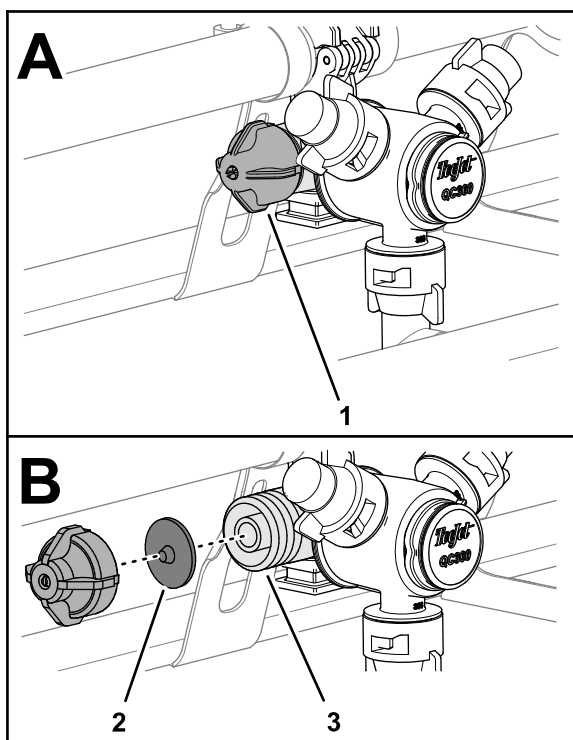

Figura 32
1. Rode a tampa do diafragma no sentido contrário ao dos ponteiros do relógio e retire a tampa do corpo do bico (Figura 32).
2. Retire o diafragma da válvula de verificação da tampa ou do corpo do bico (Figura 32).
3. Limpe a tampa, o diafragma e o corpo do bico com água limpa (Figura 32).
4. Monte o diafragma na tampa com o a ponta do diafragma voltada para a tampa (Figura 32).
5. Monte a tampa e o diafragma no corpo do bico e aperte à mão (Figura 32).